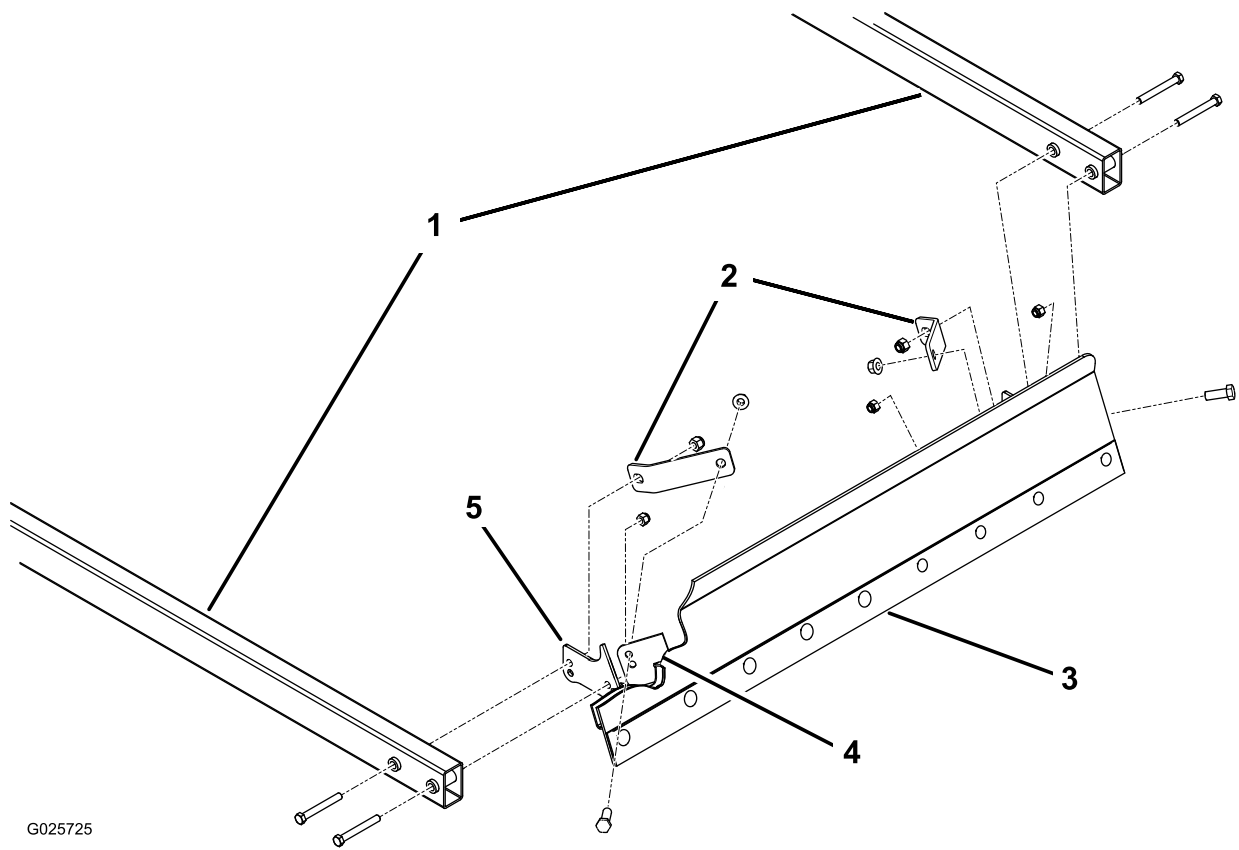

Bild 24
Hinweis: Positionieren Sie die Stützplatten wie in Bild 24 abgebildet.
2. Befestigen Sie die Hubarme vorne mit vier Schrauben ($\frac{3}{8}$ " x 3") und vier Sicherungsmuttern ($\frac{3}{8}$ ") lose an den Befestigungshalterungen des Planierschildes und den Stützplatten, siehe Bild 24.
Hinweis: Wenn Sie die oberen Befestigungslöcher an den Befestigungshalterungen des Planierschildes verwenden, ist das Planierschild aggressiver (Bild 24).
3. Wenn das Planierschild auf einer ebenen Fläche aufliegt, ziehen Sie die Befestigungen an, mit denen die Hubarme am Planierschild befestigt sind (Bild 24).